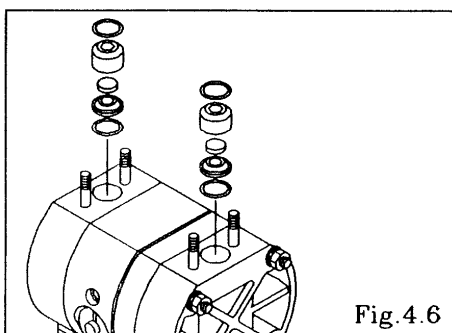

Fig. 4.6
- ・Oリング、バルブ受け、フラットバルブ、バルブシートを取り外す。〔Fig.4.6〕